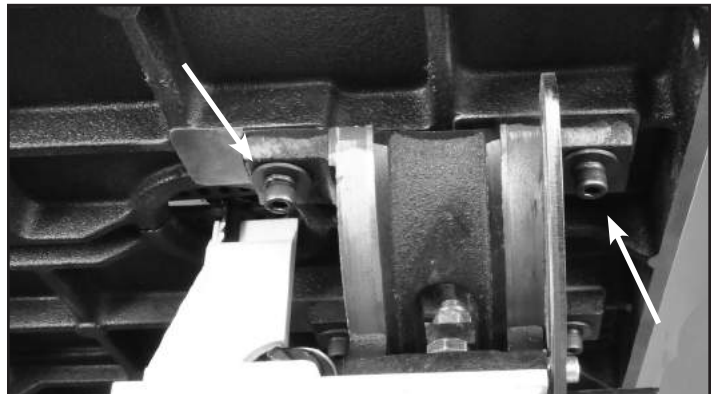
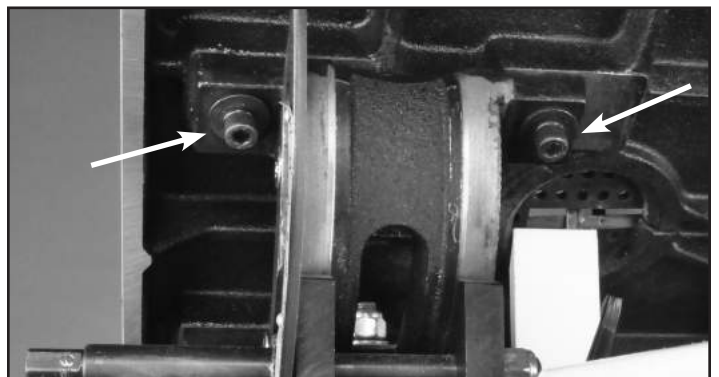

FIGURE 2
FIGURE 3
3. Attachez la table au tourillon avec les quatre vis à tête hexagonale, avec des rondelles à ressort et des rondelles ordinaires (Pièces #12B, 11B, 10B). Installez deux boulons à la droite de la lame et serrez-les seulement à la main. Fig. 2. Ensuite, inclinez la table à 45 degrés et installez les deux boulons à la gauche de la lame. Fig. 3. Ne PAS serrer complètement les boulons tout de suite. Remettez la table en position horizontale.